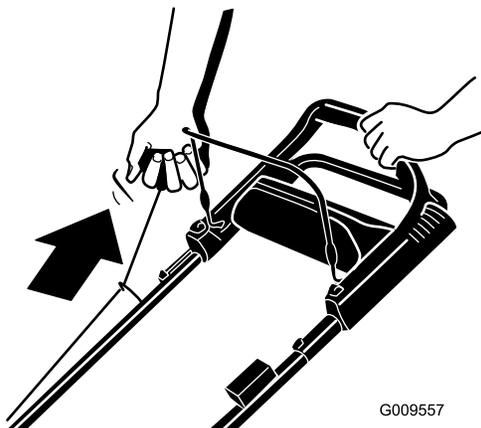

Figure 18
**Remarque:** Vous pouvez démarrer le moteur soit depuis la position d'utilisation (Figure 18), soit au niveau du moteur (en tirant la poignée du lanceur hors du guide du lanceur).